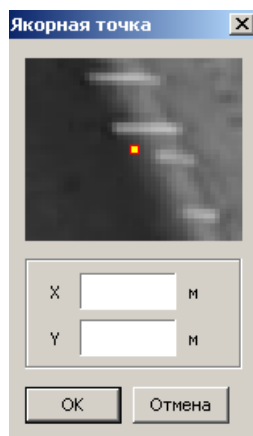

Рис. 7.4—7. Задание координат якорных точек
- 6.4. Нажать кнопку «OK» (см. Рис. 7.4—7).